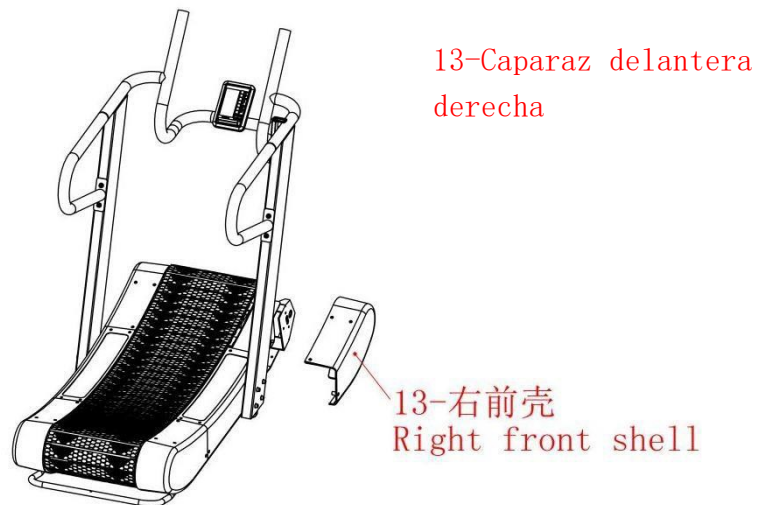

Imagen 13
- (2) Desatornillar cuatro tornillos por encima de la carcasa frontal de 13 y un tornillo en el lado, y abrir la carcasa frontal derecha. (Imagen 13.)